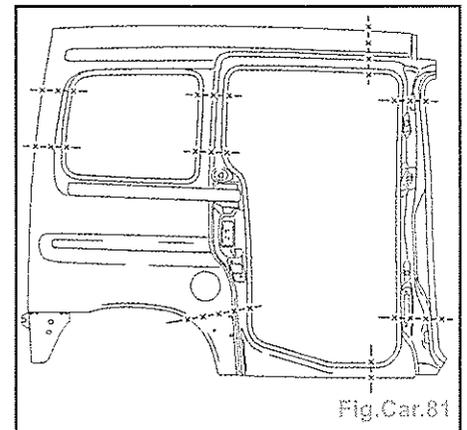

Fig.Car.81
**Solutions de coupes (Fig.Car.81)**